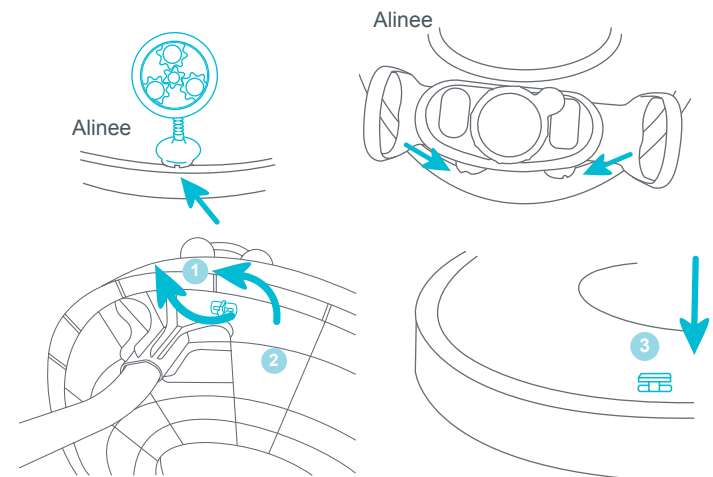

Fig. 6d
- Utilice el diagrama (Fig. 6d) para fijar los juguetes en la tapa superior.
- (1) Empuje la lengüeta hacia arriba y gírela hacia la izquierda para trabar.
- (2) Gire la lengüeta hacia la derecha para destrabar el juguete.
- (3) Siempre coloque la traba de la lengüeta pequeña en la tapa superior cuando no se utilice.